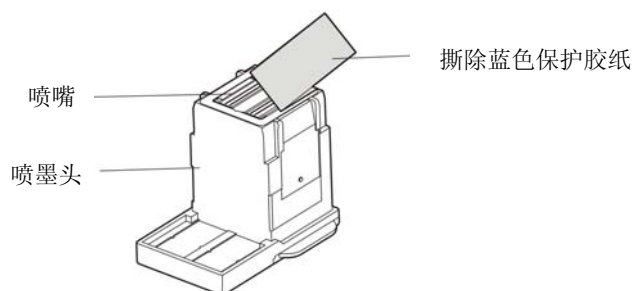

图 A-5 喷墨头
② 将喷头字车架上的螺丝拆除。
③ 从包装盒取出喷头，撕除蓝色保护胶纸（如图 A-5 所示）。